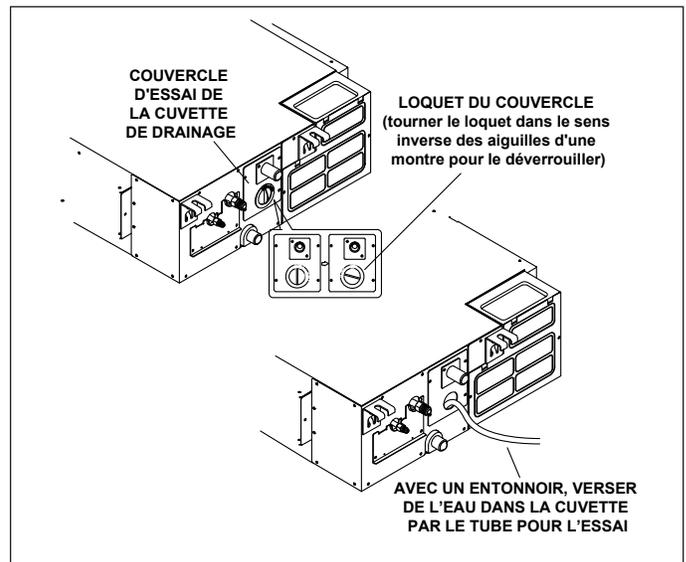

Figure 14. Essai de drainage du condensat
6. Si l'unité est installée dans une application comprenant un plafond en plaques de plâtre, il est obligatoire qu'un panneau d'accès soit installé dans un endroit convenable. Ce panneau sera aussi nécessaire en cas de maintenance. L'accès est nécessaire au cours de la mise en service pour tester le système d'élimination du condensat. Voir «Figure 14. Essai de drainage du condensat» à la page 11.